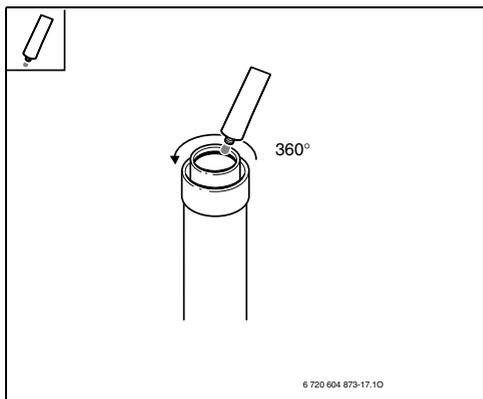

Рис. 29
► Слегка смажьте сторону дымохода не содержащей растворителя смазкой (например, вазелином) (Рис. 29).